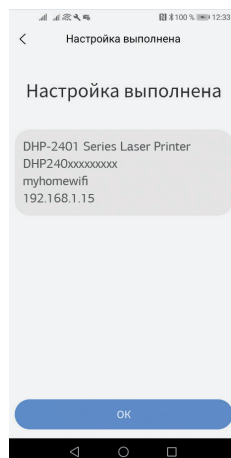

Рис. 2
- После успешного подключения вы увидите IP-адрес принтера (Рис. 2).